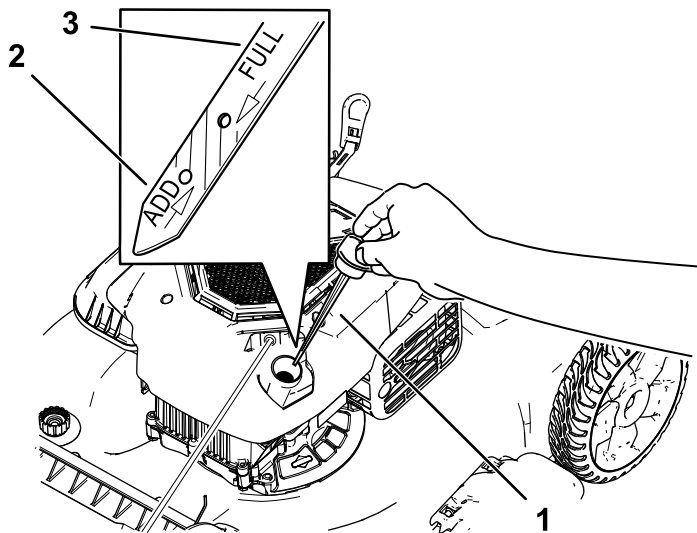

図 24
3. キャップを左に回してディップスティックを抜き取る 図 24。
10. ディップスティックの目印で油量を点検する 図 24。